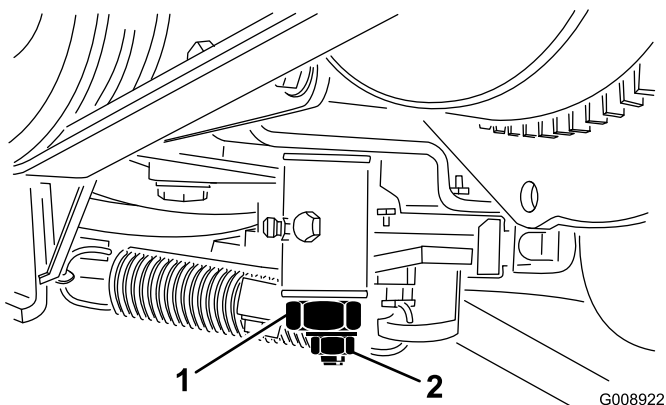

Figura 51
2. Desaperte o dispositivo de ligação do cabo do regulador na alavanca da bomba de injeção (Figura 51).